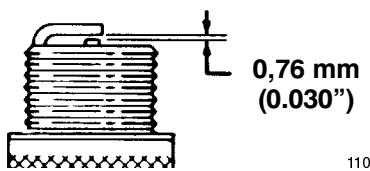

Figure 33
3. Réglez l'écartement des électrodes de la bougie neuve à 0,76 mm (0,030") (Fig. 33).